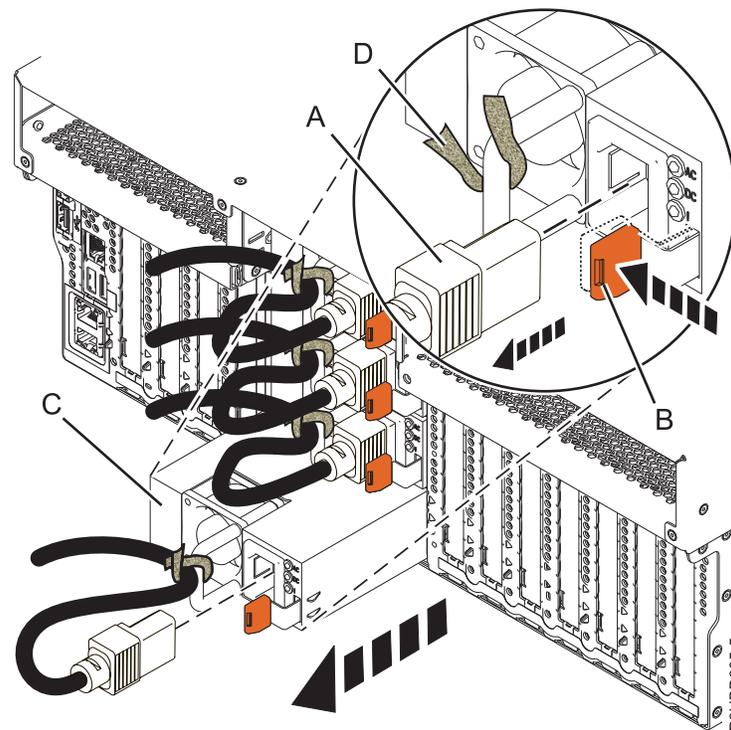
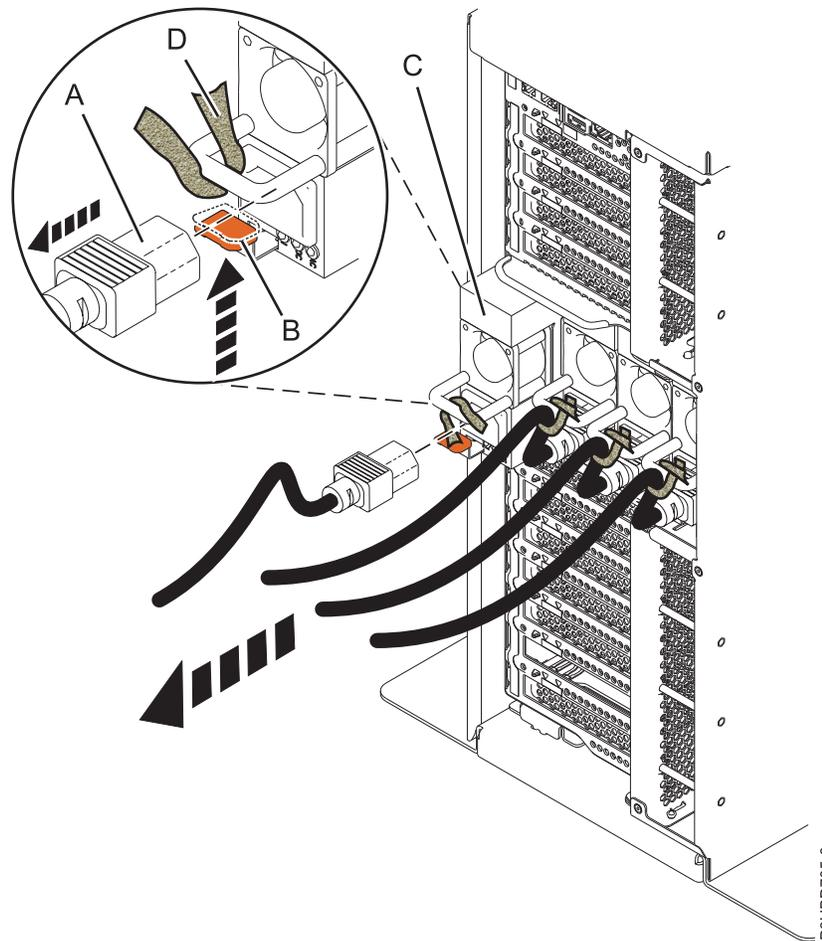

Figure 7. Retrait d'un bloc d'alimentation d'un système monté en armoire
Figure 8. Retrait d'un bloc d'alimentation d'un système autonome
3. Étiquetez et déconnectez le cordon d'alimentation en tirant sur son extrémité (A) pour l'extraire du bloc d'alimentation dans la direction indiquée dans figure 7, à la page 9 pour un système monté en armoire et dans la figure 8, à la page 10 pour un système autonome.
4. Pour dégager le bloc d'alimentation de sa position dans le système, poussez le taquet de verrouillage terracotta (B) dans la direction indiquée dans figure 7 pour un système monté en armoire et dans la figure 8, à la page 10 pour un système autonome.
5. Pour libérer le cordon d'alimentation fixé sur la poignée, desserrez l'attache velcro (D) et tirez sur le cordon d'alimentation pour l'extraire du bloc d'alimentation (C). Veillez à conserver l'attache velcro (D) sur le cordon d'alimentation.
6. Tirez sur le bloc d'alimentation (C) pour l'extraire du système comme illustré à la figure 7 pour un système monté en armoire et dans la figure 8, à la page 10 pour un système autonome.